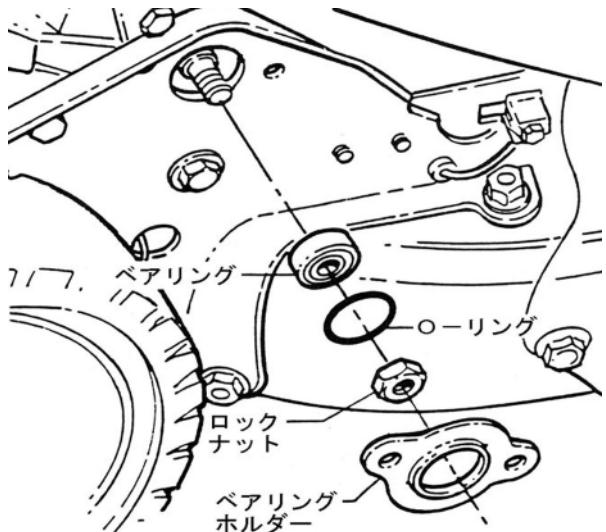

図6-13
⑥ 六角シャフトブーリーのベアリングの交換
2. 9/16 インチのスパナでロックナットを外します。（図6-13）